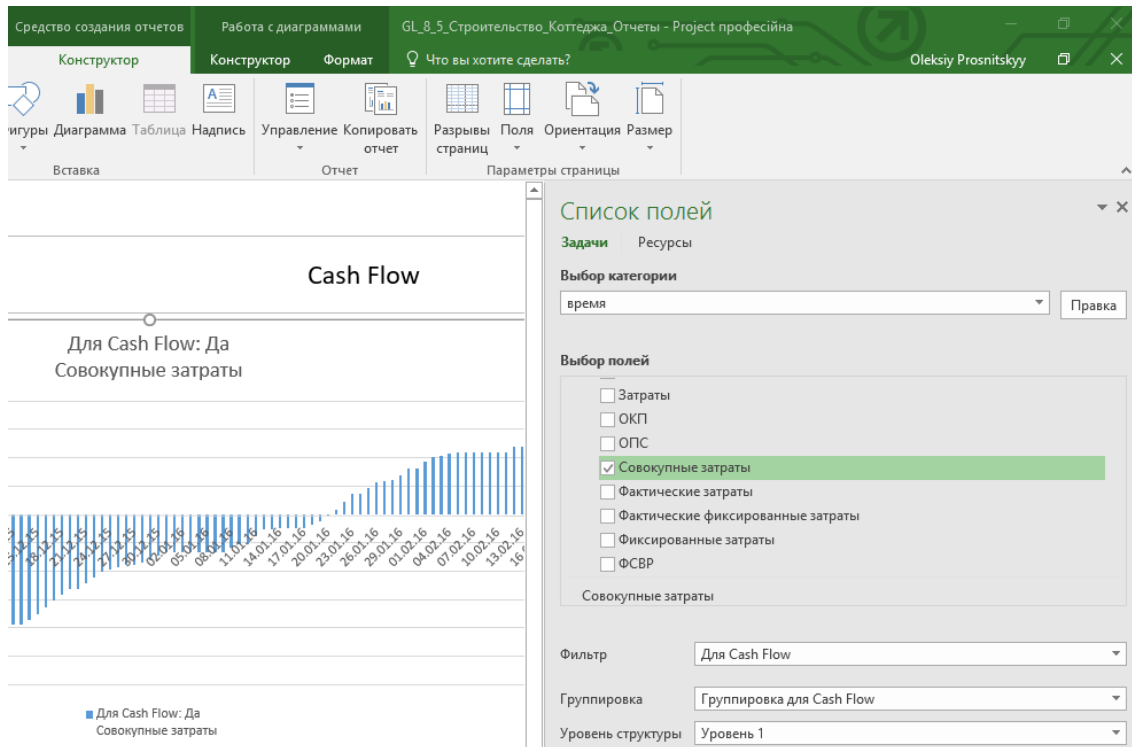

Рисунок 8.93 – Фильтр и группировка для выборки задач по построению отчета
5. В окне «Фильтр» и «Группировка» выбираем соответственно фильтр и группировку созданную ранее по полю типа «Флаг» (см. рисунок 8.93).